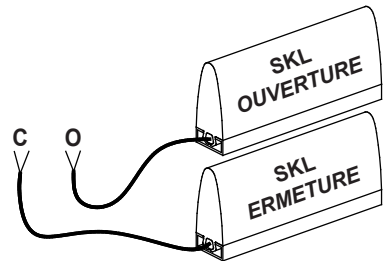

Figure 1: Câblage au noyau de bobine
9.1 Raccordement au noyau de bobine (figure 1)